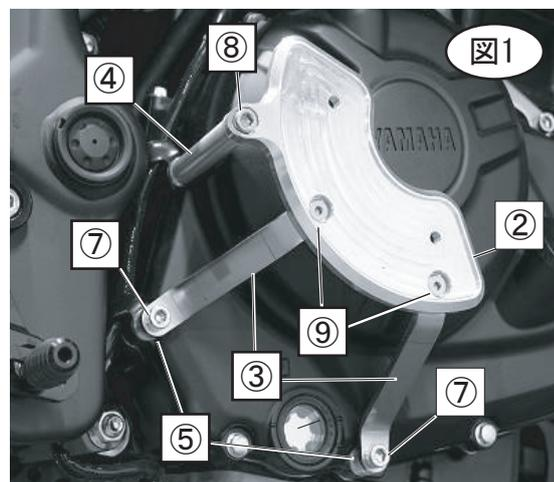

図1
2. 両端に③スライダーベースステーを⑦M6x30のキャップボルトで仮付をします。(図1、2参照)
3. ②スライダーベースから①ジュラコンスライダーを取り外し、両端の③ベースステー L側を②スライダーベースの穴位置に合わせ調整し、⑤M6x10のキャップボルトで仮付をします。真ん中には④アルミカラーφ14xφ6.2xL37を挟み⑧M6x65のキャップボルトで仮付をします。(図1、2参照)
5. ①ジュラコンスライダーを②スライダーベースに⑥M6x15で固定します。(図1参照)
1. アンダーカウルを外しカバーのボルト3箇所を外します。(図1参照)
2. 下部、中央部に③ベースステー R側に、⑤アルミカラーφ14xφ6.2xL12を挟んで、⑦M6x40のキャップボルトで仮付をします。(図1参照)
3. ②スライダーベースから①ジュラコンスライダーを外し、下部、中央部の③ベースステー R側を②スライダーベースR側の穴位置に合わせ調整し、⑨M6x10の極低頭ボルトで仮付をします。
上部には④アルミカラーφ14xφ6.2xL75を挟み⑧M6x100のキャップボルトで仮付をします。(図1参照)